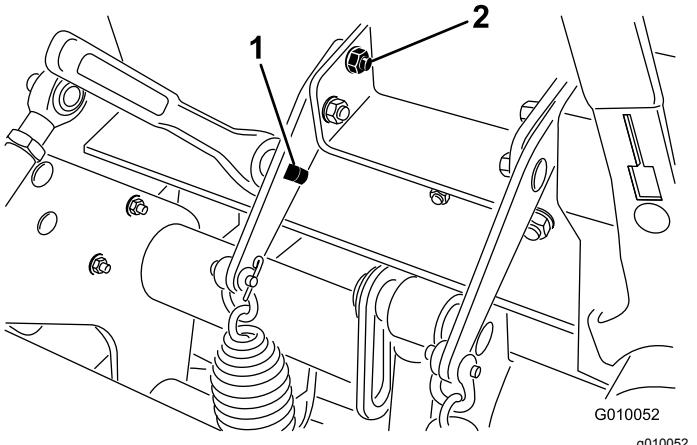

Figura 30
3. Introduzca una llave de carraca de  $\frac{1}{2}$  pulgada en el taladro cuadrado del soporte del muelle (Figura 30).